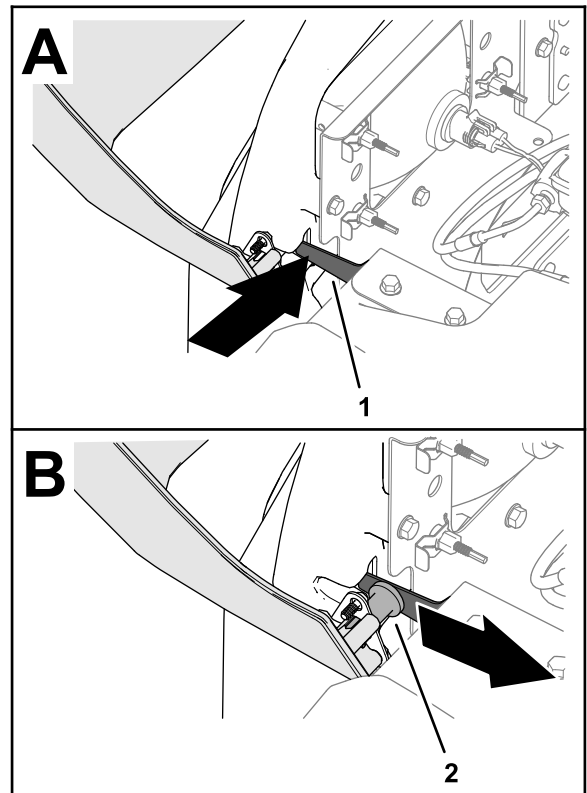

Figura 41
3. Enquanto segura no capot, empurre o trinco articulado para dentro e desloque o capot para trás até o passador de forquilha do capot libertar o trinco (Figura 41).